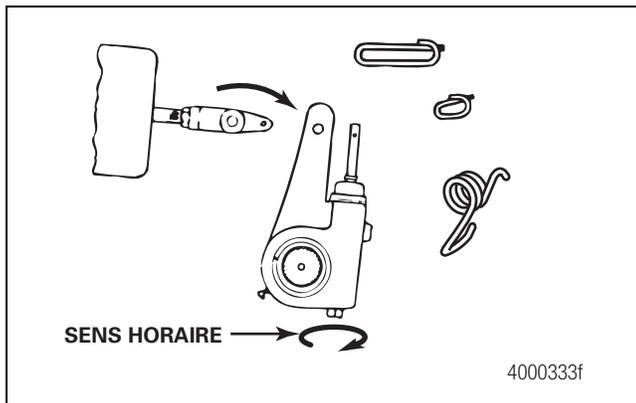

Figure 3.2
- Utiliser une clé pour tourner l'écrou de réglage manuel dans le sens HORAIRE, jusqu'à ce que les segments de frein soient complètement rétractés et que les garnitures de friction ne touchent plus au tambour. Figure 3.2.